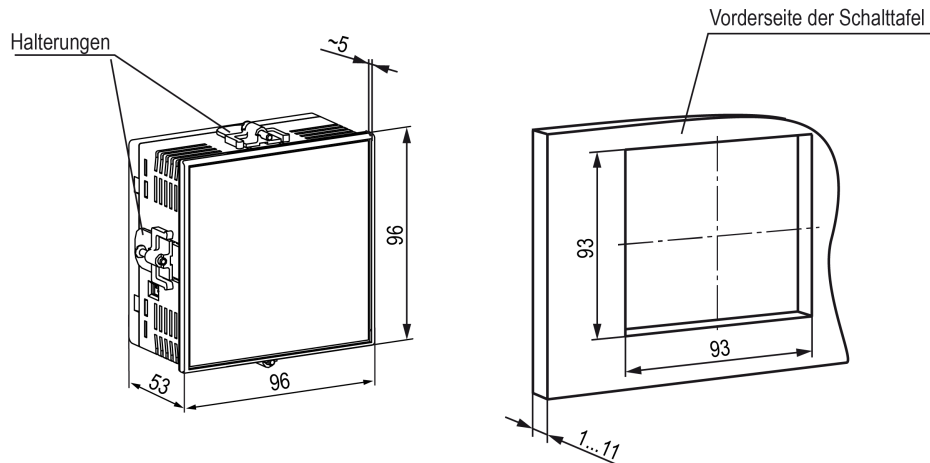

Abb. 4.2 Abmessungen des P1-Gehäuses und des Montageausschnitts
1. Bereiten Sie mit Hilfe einer Schablone aus dem Lieferumfang einen Montageausschnitt in der Schalttafel für den Einbau des Geräts vor (siehe Abb. 4.2).